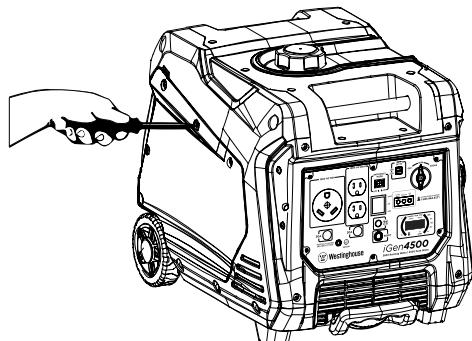

Figure 13: Supprimer le panneau de service du moteur
2. Retirez le panneau de service du moteur pour accéder au filtre à air (voir la figure 13).
1. Retirez le panneau de service du moteur pour accéder au carburateur (voir Figure 13 à la page 17).
3. Retirez le panneau de service du moteur pour accéder à la bougie d'allumage (voir Figure 13 à la page 17).